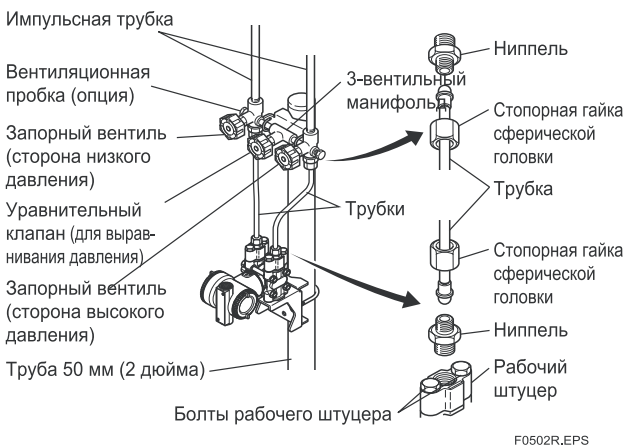

Рисунок 5.2 3-вентильный манифольд (монтаж на трубе)
**■ 3-вентильный манифольд с монтажом на трубе (Рис. 5.2)**